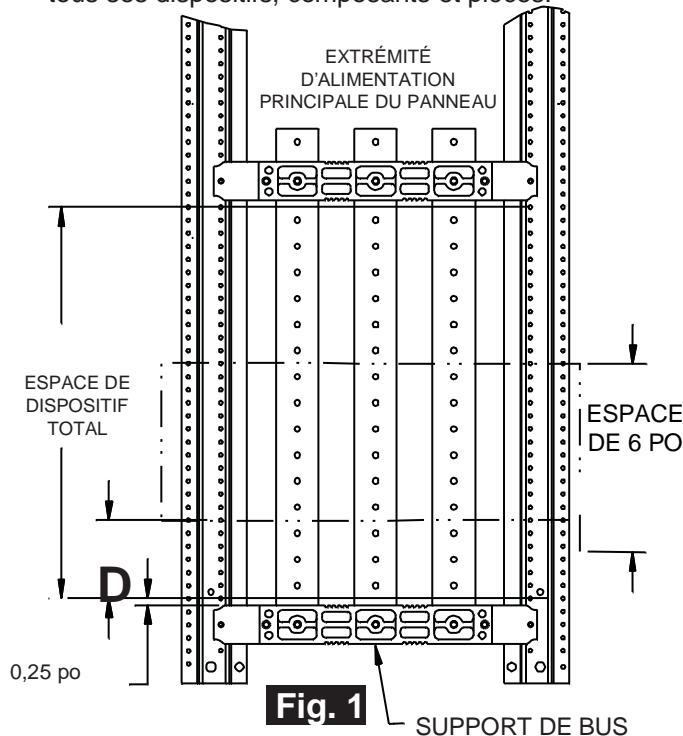

Fig. 1
3. Cet ensemble exige un espace de 6 po. Déterminez l'endroit où installer l'ensemble. La dimension **D** de positionnement de l'ensemble à la figure 1 doit être un multiple de 3 po (0 po, 3 po, 6 po, 9 po, etc.). Cette valeur peut être mesurée directement à partir d'une barrière de neutre, si elle est présente, ou d'un support de bus dans des panneaux sans neutre. Prenez note que 0,25 po doivent être ajoutés à la dimension **D** lorsque vous mesurez à partir du support de bus (0,25 po, 3,25 po, 6,25 po, 9,25 po, etc.). (Reportez-vous à la Fig. 1)